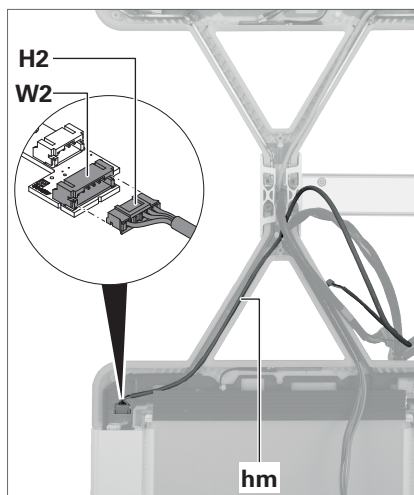

Fig. 17: Brancher le câble de commande.
5. Poser le câble de commande **hm** du jeu de câbles dans le bras de support de la tête du luminaire 2, voir Fig. 17.